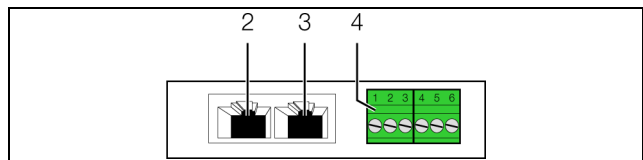

Abb. 10: Rückseite des Universalsensors
- Schließen Sie an der Universal-Schnittstelle gemäß der folgenden Beschreibungen ein externes Gerät an (Abb. 10, Pos. 4).
- Verbinden Sie den Universalsensor über ein CAN-Bus-Verbindungskabel mit einer CAN-Bus-Schnittstelle der CMC III Processing Unit bzw. der benachbarten Komponente im CAN-Bus (Abb. 10, Pos. 2).
- Schließen Sie ggf. an der zweiten, freien CAN-Bus-Schnittstelle des Universalsensors (Abb. 10, Pos. 3) eine weitere Komponente an (z. B. einen anderen Sensortyp).